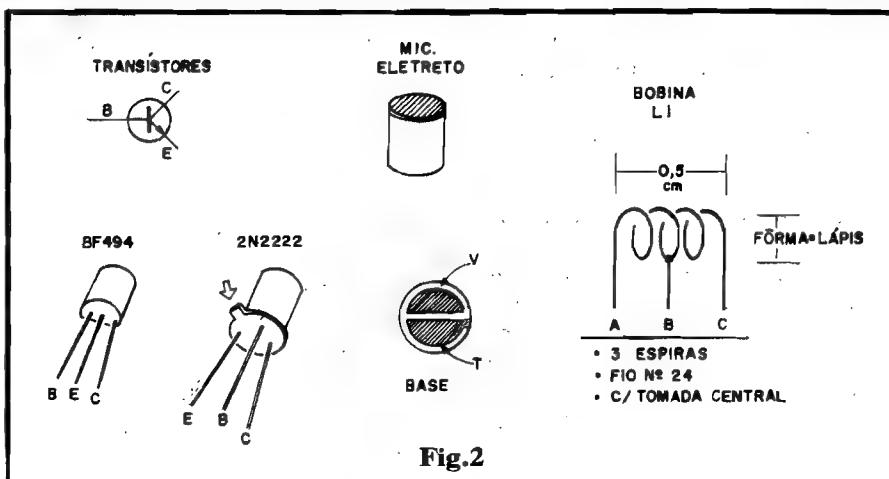

Fig.2
- FIG. 2 - OS COMPONENTES QUE MERECEM UMA PRÉ-ANÁLISE "VISUAL" - A maioria das peças que formam o circuito/montagem do STFM é constituída por componentes já mais do que conhecidos pelo Hobbysta "juramentado"... Porém, para be-
nefício dos principiantes, a fig. 2 dá importantes "dicas visuais" a respeito de algumas delas (transistores, microfone e bobina L1): inicialmente vemos o símbolo esquemático adotado para representar os transistores empregados, juntamente com as aparências do
BF494 e 2N2222, terminais perfeitamente identificados... Observem os referenciais usados nos dois componentes, para a identificação das "pernas", sendo que no BF494 levamos em conta o "lado chato", e no 2N2222 (a setinha aponta...) a pequena "orelha" lateral... Quanto ao microfone de eletreto (2 terminais), a figura mostra a aparência convencional da peça, juntamente com uma visão da sua base (parte inferior), nitidamente demarcadas as áreas estanhadas correspondentes ao terminal "vivo" (V) e de "terra" (T). É bom notar que as áreas dos terminais são pequenas, e que a soldagem dos fios de ligação à placa deverão ser feita com bastante cuidado, prevenindo "curtos", correntes de solda ou ligações imperfeitas... Finalmente, ainda na fig. 2, temos a estilização da bobina L1, que deverá ser construída pelo Leitor/Hobbysta (a "outra bobina" do circuito, micro-choque de RF de 100uH, já vem prontinha, comprada em Loja, embutida num cubinho plástico lacrado, expondo seus dois terminais, o que facilita muito as coisas...). Seguir as Instruções: